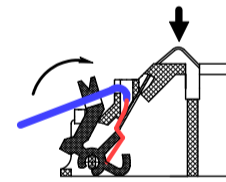

Рисунок 2
- ввести в канал провод и зафиксировать его, поджав кнопку-зажим до упора (рисунок 2);
– проверить надежность соединения для чего необходимо надавить на изгиб контакта, имитируя нажим датчиком (рисунок 2) и потянуть провод на себя;
– завести провод в паз, расположенный на кнопке-зажиме (рисунок 2).